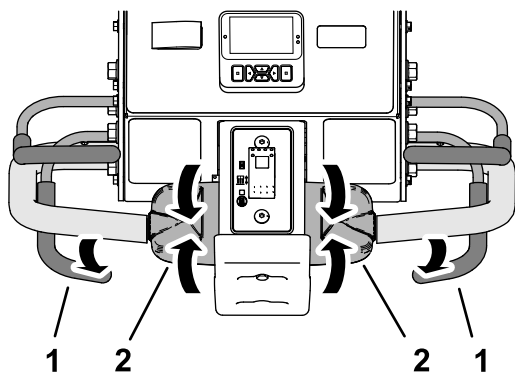

Bild 89
- Wenn Sie den Aerifizierkopf abgesenkt haben, lassen Sie den Aerifizierbügel los (Bild 89).